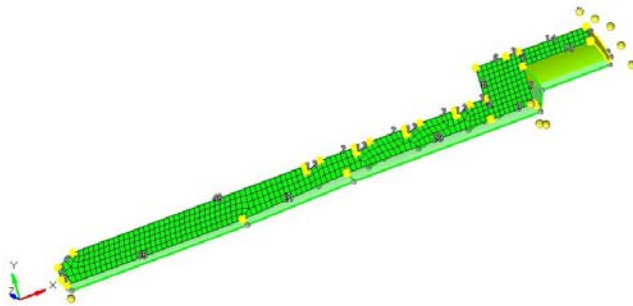

图 5-83 划分 2D 网格结果
- (5) 进入 2D>automesh 面板。
- (6) 系统默认进入 size and bias 子面板。
- (7) 在 element size 中输入值 0.5。
- (8) 将 mesh type 切换为 quads。
- (9) 选择如图 5-83 所示曲面，单击 mesh 按钮。
- (10) 单击 return 按钮。